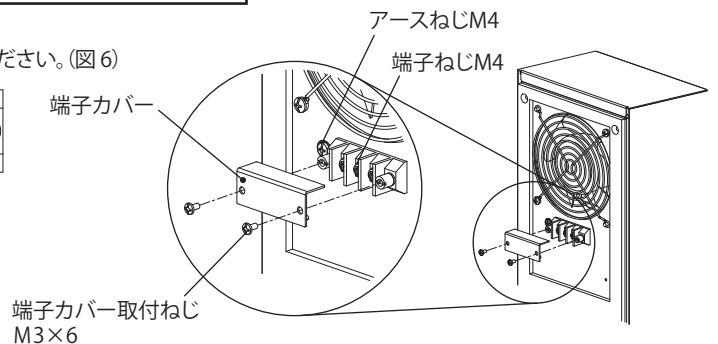

図 6 端子カバー取付
2. 付属の端子カバー取付ねじ M3×6 にて、端子カバーを取付けてください。(図 6)
1. 端子カバー取付ねじ M3×6 を外し、端子カバーを取外してください。(図 6)